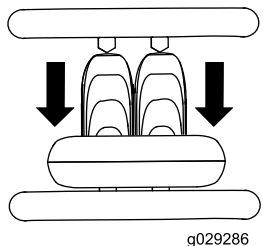

Bild 8
- Bewegen Sie den Fahrertriebshebel nach hinten, um rückwärts zu fahren (**Bild 8**).